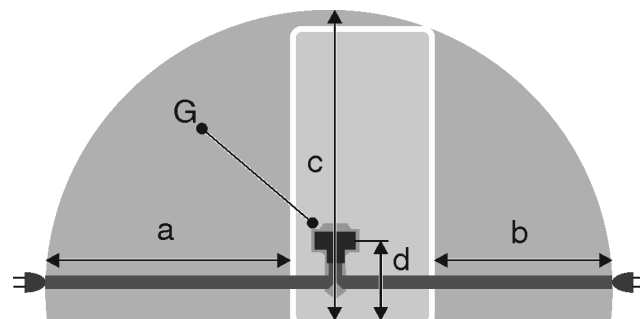

Fig. 31
- Steckdose liegt außerhalb des Geräterückseitenbereichs im gegebenen Bereich *Fig. 31 (a, b, c)*.
- Gerätestecker *Fig. 31 (G)* auf der Rückseite des Gerätes einstecken. Auf richtiges Einrasten achten.